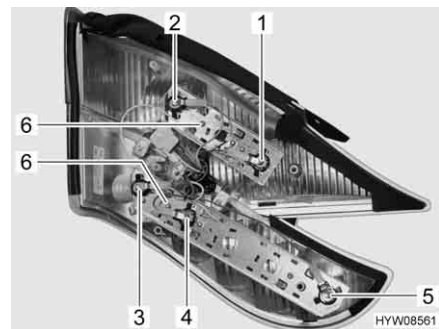

Fig. 170 Luci posteriori (lato posteriore)
- Svitare le due viti Torx (Fig. 170,6) del listello di supporto interessato sul lato posteriore dell'alloggiamento.